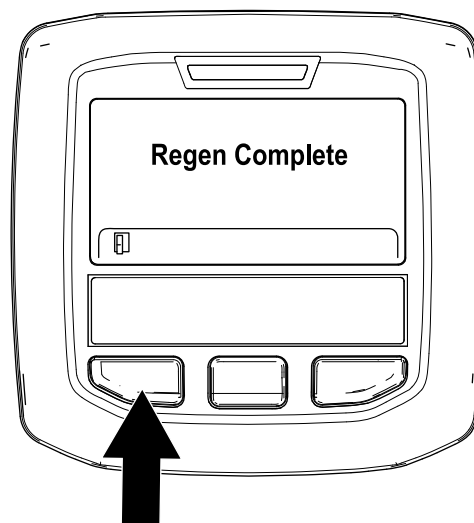

Figura 51
- La rigenerazione parcheggiata è completa quando nell'InfoCenter appare il messaggio "Rigen. completa". Premete il pulsante sinistro per uscire e tornare alla schermata Home (Figura 51).